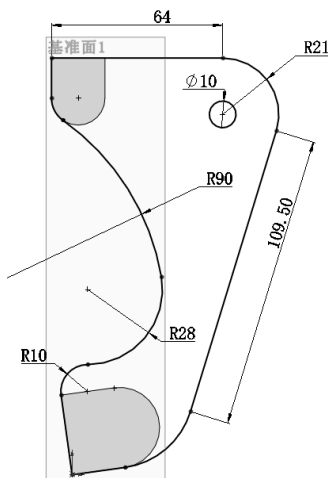

图 13-42 绘制草图 2
5) 绘制草图 2。在左侧的 FeatureManager 设计树中用鼠标选择“基准面 1”作为绘制图形的基准面。单击“草图”控制面板中的（直线）按钮、（切线弧）按钮、（三点圆弧）按钮和（圆）按钮，绘制并标注草图如图 13-42 所示。